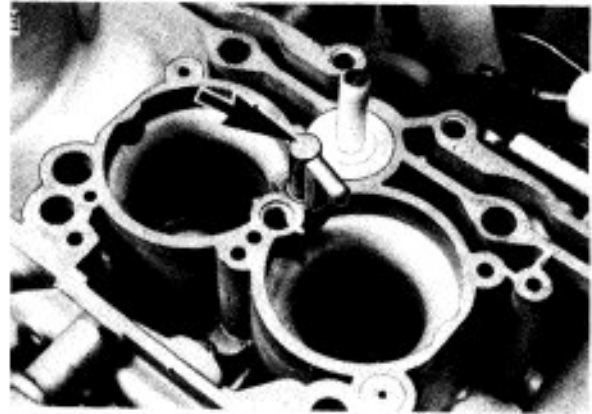

Bild 47
12.1 Einspritzrichtung (Bild 47)